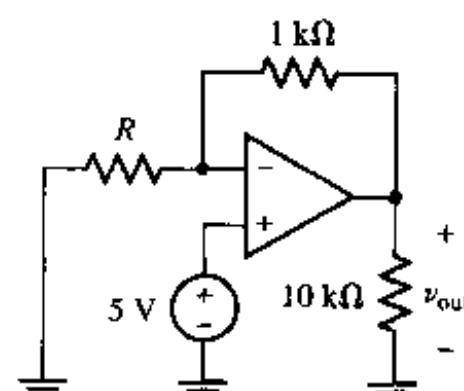

图 6.24
2. 如图 6.24 所示电路,需要 R 的值为多大,使得传送到 $10 \text{ k}\Omega$ 电阻的功率为 150 mW ?